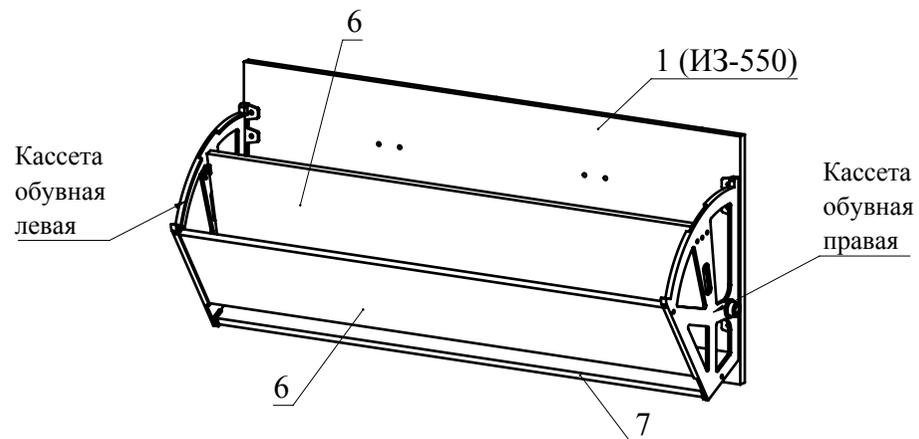

Рис.6
5. Закрепите кассету обувную левую и кассету обувную правую на детали 1 (ИЗ-550) с помощью шурупов 3,5x16 с круглой головкой (Рис. 6). Детали 6, 7 вставьте в пазы на корпусах кассет обувных и закрепите их при помощи шурупов 3,5x16 (Рис. 6).